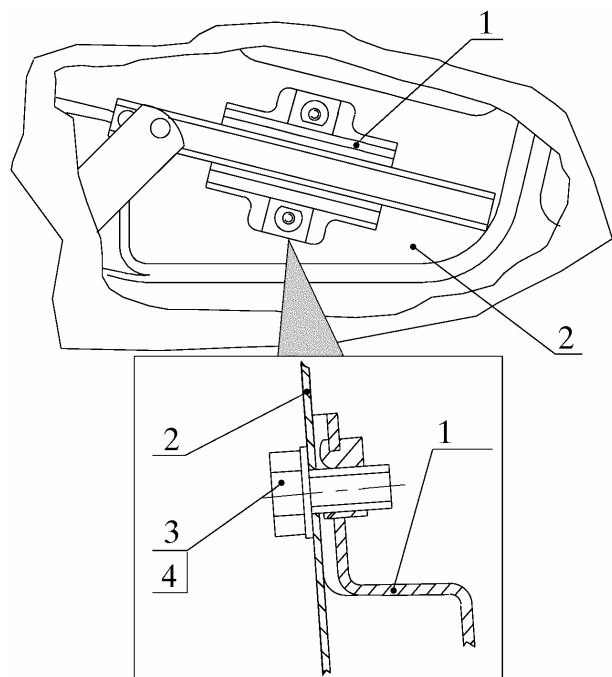

Рис. 3. Отсоединение кронштейна с кулисой нижней от внутренней панели двери:
4.5. **Отсоединить кронштейн 1** (рис. 3) с кулисой нижней от внутренней панели 2 двери, отвинтив два болта 3 с шайбами 4